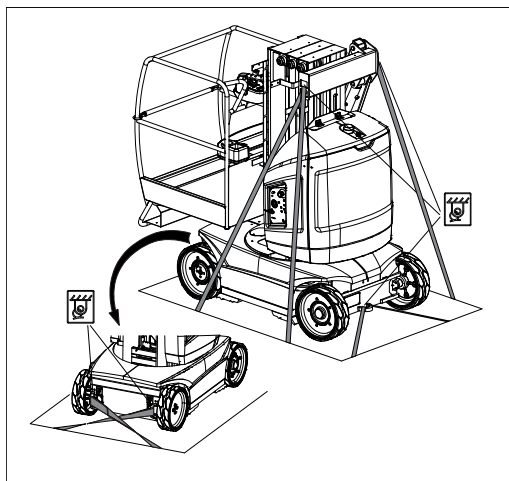

Figure 4-9. Emplacements des Anneaux d'Arrimage
- La machine doit être arrimé au plancher du camion ou de la remorque comme indiqué Figure 4-9.